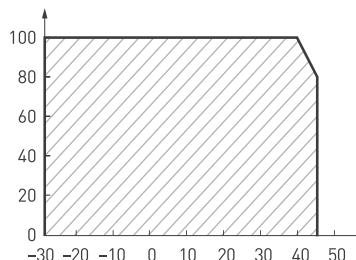

Рис. 2. Максимальная допустимая нагрузка, % от мощности источника
- ↗ температура окружающего воздуха от -10 до +40 °C, см. график зависимости максимально допустимой нагрузки на источник питания от температуры окружающей среды на рис. 2;
Учитывайте, что с повышением температуры окружающей среды максимальная мощность источника питания снижается, см. график зависимости на рис. 2.